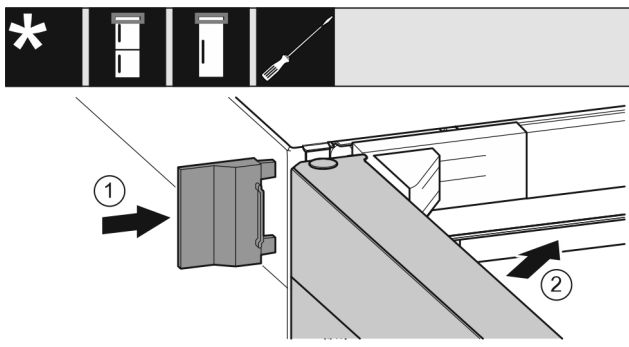

Fig. 20
- ▶ Nasuňte vonkajší kryt. Fig. 20 (1)
- ▶ Zatvorte horné dvere. Fig. 20 (2)